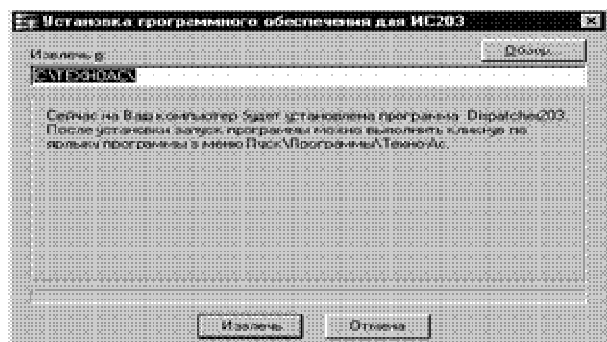

Рис.4
3.2 В левой панели окна выбрать программу RealTimeControl. Для установки программы нужно нажать кнопку “Загрузить” или 2 раза щелкнуть левой кнопкой мыши по строке с названием программы. После запуска программы установки появится окно, показанное на рис. 4.